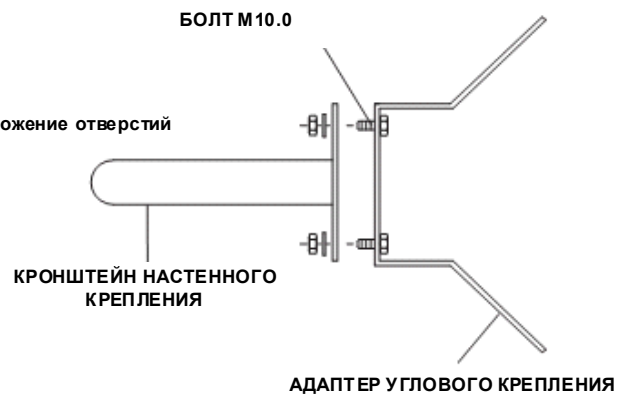

Рисунок 20.
- Г-4. Перед установкой адаптера на угол прикрепите нужный кронштейн к адаптеру при помощи 4 болтов M10 (Рисунок 20).